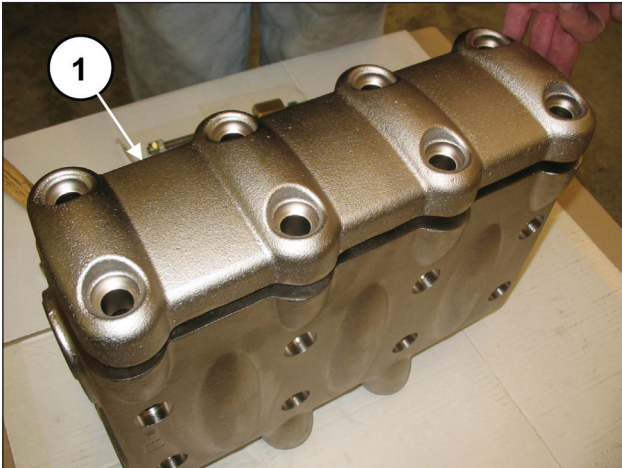
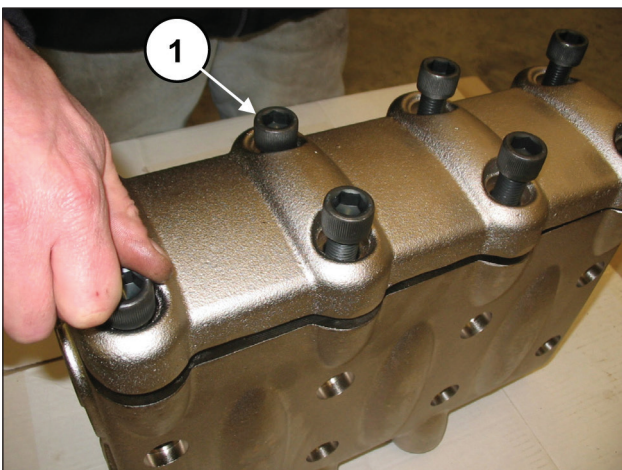

Fig. 115
Fig. 116
Après avoir monté les groupes soupape et le capuchon de soupape, poser le couvercle de soupapes (rep. ①, Fig. 115) et visser les 8 vis M16x55 (rep. ①, Fig. 116).